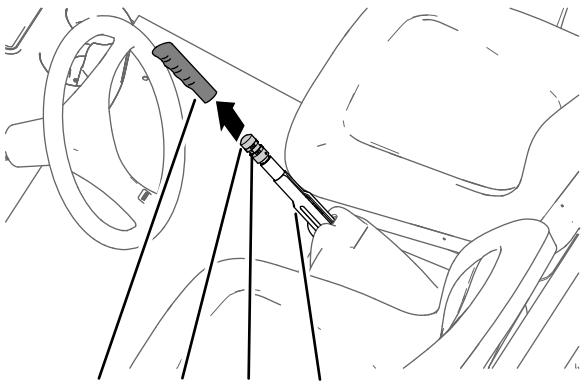

Figura 47
1. Retire a pega da alavanca do travão de mão (Figura 47).
2. Desaperte o parafuso de afinação que fixa o manípulo de ajuste do travão à alavanca do travão de mão (Figura 47).
3. Rode o manípulo de ajuste do travão até que seja necessário um binário de 133 a 156 N m para ativar a alavanca do travão de mão (Figura 47).
4. Aperte o parafuso de afinação e instale a pega (Figura 47).
1. Retire a pega do travão de mão (Figura 47).
2. Desaperte o parafuso de afinação (Figura 47) que fixa o manípulo de ajuste do travão à alavanca do travão de mão, solte o travão de mão e desaperte o manípulo de ajuste do travão.
5. Rode o manípulo de ajuste do travão (Figura 47) aplicando um binário de 133 a 156 N m para ativar a alavanca do travão de mão.
- C. Rode o manípulo de ajuste do travão (Figura 47) aplicando um binário de 133 a 156 N m para ativar a alavanca do travão de mão.
- Rode o manípulo de ajuste do travão (Figura 47) aplicando um binário de 133 a 156 N m para ativar a alavanca do travão de mão.
- Aperte o parafuso de afinação e instale a pega (Figura 47).